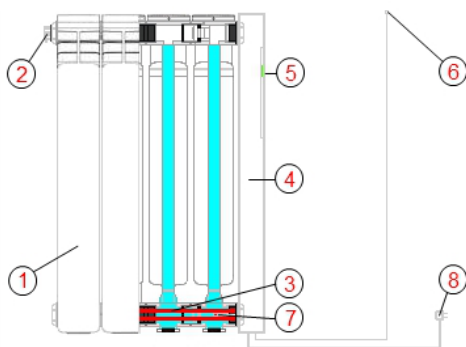

Рис.1
4. Не забудьте вынуть проводной датчик контроля температуры (**рис.1**), который находится между секциями радиатора.
Нагревательный элемент (3) (ТЭН) (рис.1), расположенный внутри радиатора (1) по всей его длине, равномерно нагревает теплоноситель (соответственно, и радиатор) до заданной температуры, контролируемой встроенным цифровым термодатчиком (7). При достижении заданной температуры воздуха в помещении, контролируемой выносным цифровым датчиком (6), электрорадиатор переходит в режим ожидания.